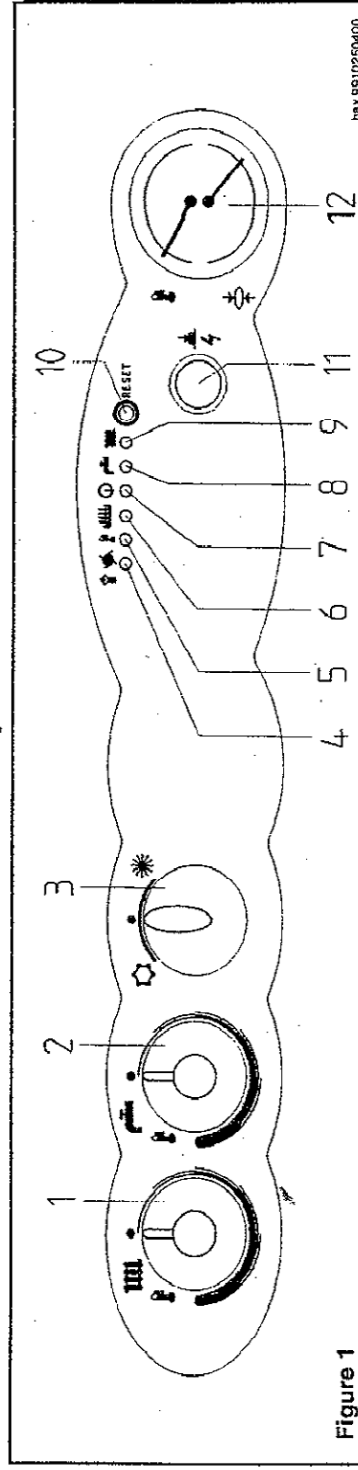

Figure 1
Important: Pour valider les fonctions de télécontrôle, il est nécessaire que le sélecteur (3) de la figure 1 soit positionné sur ETE (☼). Dans ce cas, les voyants de fonctionnement de la chaudière (9 et 8, figure 1) clignotent respectivement pour la demande de chaleur pour l'eau de chauffage ou sanitaire. Les dispositifs de réglage des températures (1 et 2, figure 1) ne sont pas validés.